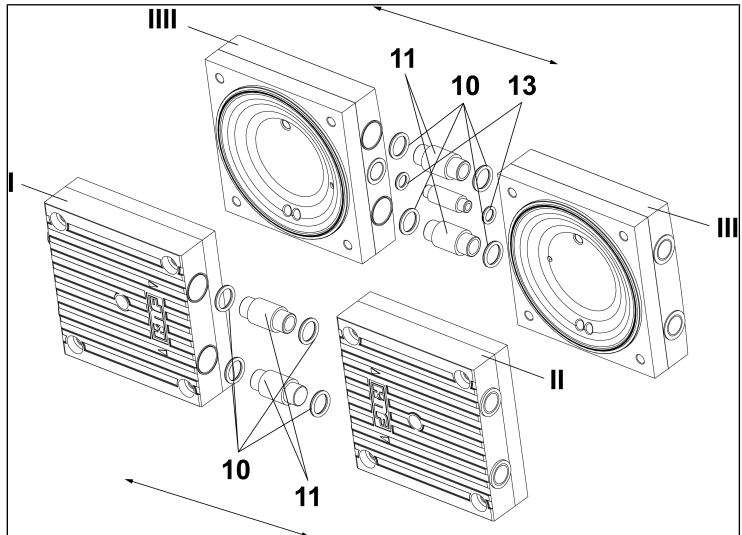

Abb.12: Entnahme der O-Ringe, der Verschaltungsrohre und des Stopfens
8. Ziehen Sie die Köpfe 1 (I/Abb. 12) und 2 (II/Abb. 12) auseinander und entnehmen Sie die O-Ringe (10/Abb. 12) und (13/Abb. 12).
7. Setzen Sie die O-Ringe (**10/Abb. 12**) und (**13/Abb. 12**) auf die Verschaltung auf.
8. Drücken Sie die Köpfe 1 und 2 (**I und II/Abb. 12**) zusammen.